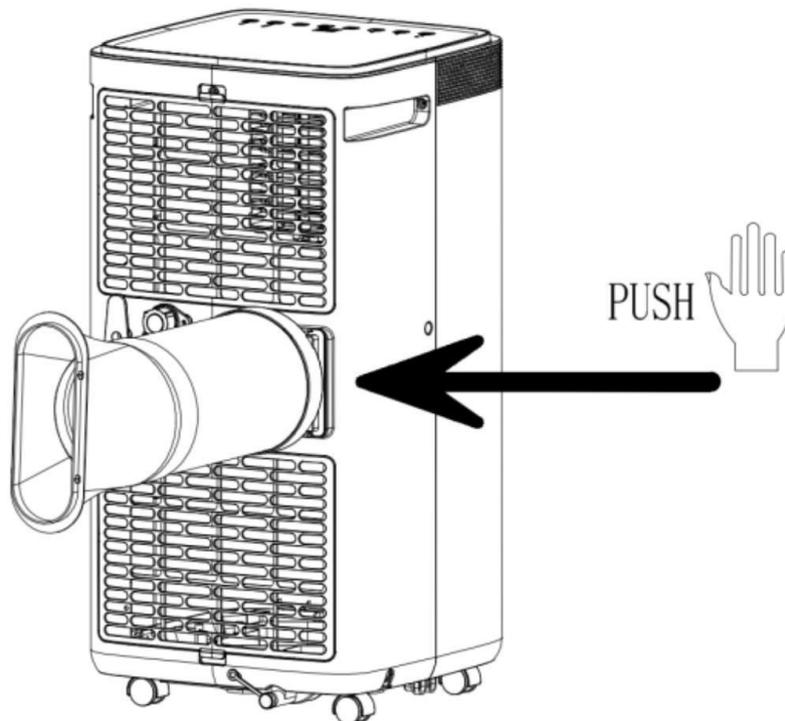

Abbildung 1
1. Installieren Sie das Wärmerohr wie in Abbildung 1 gezeigt.
- 1.2. Führen Sie das Wärmerohr (das Ende des Abluftanschlusses) in den Lüftungsschlitz der Rückwand ein (nach links drücken) und schließen Sie die Installation ab (wie in Abbildung 1 gezeigt).